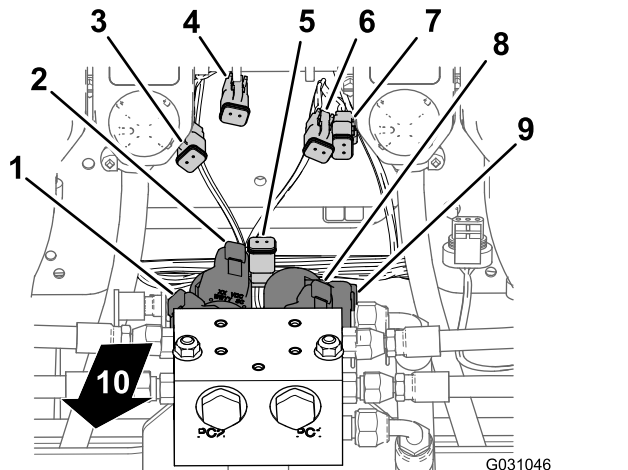

**Figura 130**
- 6. Collegare il connettore a 3 pin per il cablaggio della valvola dell'agitatore nel connettore a 3 prese della diramazione di 203 cm del cablaggio preassemblato indicata come **valvola dell'agitatore** (Figura 130).